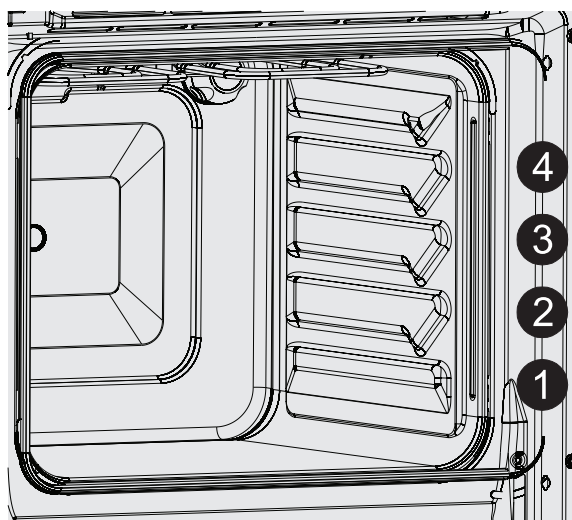
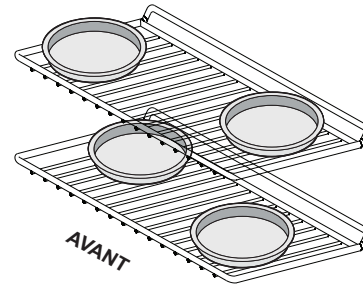

Figure 15: Positions des grilles
Figure 17: Cuisson sur plusieurs niveaux et grilles
- Afin d'obtenir les meilleurs résultats pour la cuisson avec une seule grille de four, placez la grille à la position 2 ou 3 (Figure 15).
- Pour obtenir de meilleurs résultats lorsque vous utilisez deux grilles pour la cuisson de gâteaux ou de biscuits, placez ces dernières aux positions 1 et 3 (Figure 15) et placez les moules comme illustré à la Figure 17.